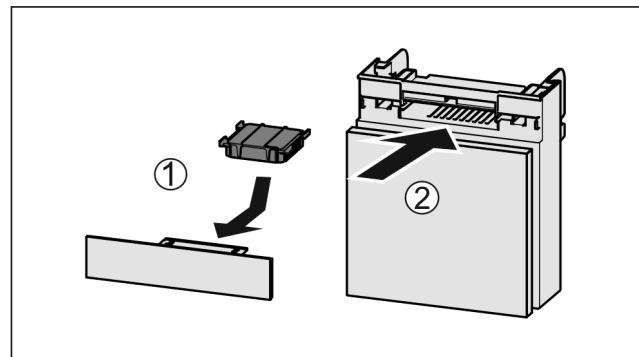

Fig. 67
- Поставете Fig. 67 (1) филтъра с активен въглен, както е показано на фигурата.
- Вкарайте Fig. 67 (2) отделението.